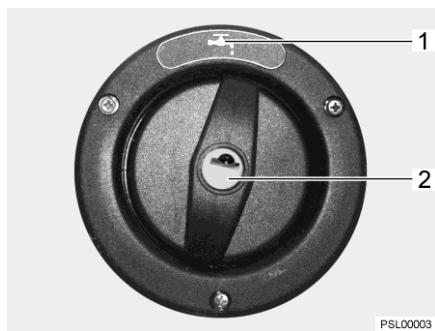
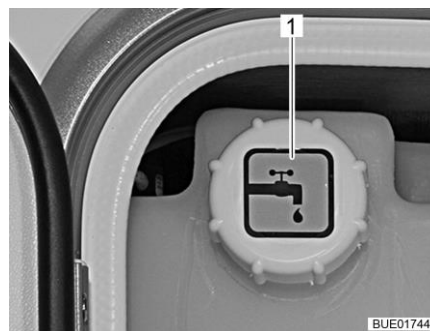

Fig. 246 Bec de remplissage d'eau potable (Lyseo I)
Fig. 247 Bec de remplissage d'eau potable dans l'unité de service (Ixeo I)
Le bec de remplissage d'eau potable est désigné par le symbole  (Fig. 246,1 ou Fig. 247,1).
- Insérer la clé dans le barillet (Fig. 246,2) et la tourner d'un quart de tour dans le sens inverse des aiguilles d'une montre.